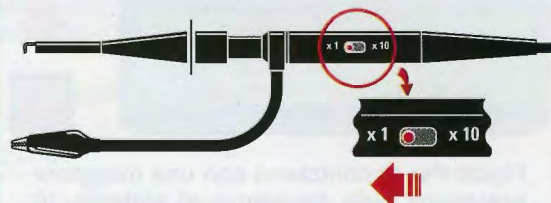

Fig.24 Il deviatore posto sul puntale sonda dell'oscilloscopio va posizionati su x1.
- spostate il **deviatore** presente sul corpo del **puntale** nella posizione **x1** (vedi fig.24);
- A = Ingresso del canale CH1 indicato INPUT X (collegare la sonda di fig.24).